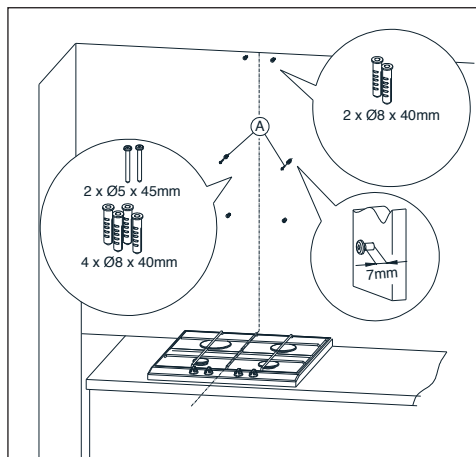

Fig. 11 Assemblage des bouchons à vis
2. Dans les ouvertures, insérez les bouchons à vis. Dans deux ouvertures marquées d'un A, vissez également les vis (laissant 7 mm de longueur de vis à l'extérieur du bouchon à vis, Fig. 11).